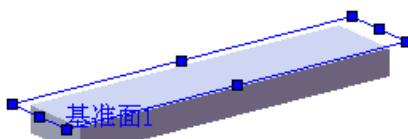
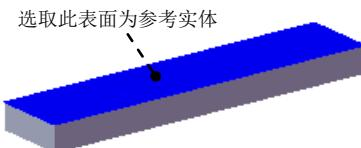
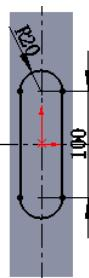

图 17.10.27 创建基准面 1
图 17.10.28 定义参考实体
图 17.10.29 草图 1
Step3. 创建图 17.10.27 所示的基准面 1。
(1) 选择下拉菜单 **插入(I)** → **参考几何体(G)** → **基准面(E)...** 命令，系统弹出“基准面”对话框。
(2) 定义基准面的参考实体。选取图 17.10.28 所示模型表面为所要创建的基准面的参
Step4. 绘制图 17.10.29 所示的草图 1。草图平面为图 17.10.28 所示的模型表面。